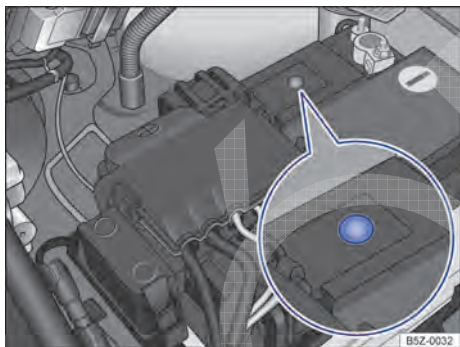

Fig. 131 No compartimento do motor: exemplo de posição do visor no lado superior da bateria do veículo.
- O visor redondo → Fig. 131 na parte superior da bateria do veículo muda de cor conforme o nível do eletrólito.